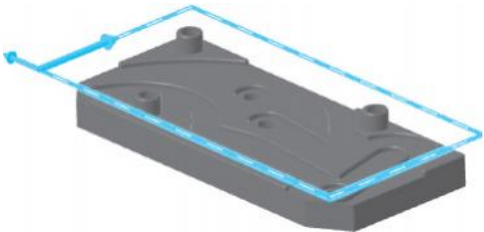

图 7-14 选择加工边界
3) 打开【刀路控制】选项卡，在【切削范围】选项下的【边界串连】选项单击【边界串连】按钮 ，选择矩形框为边界范围并确定，如图 7-14 所示。